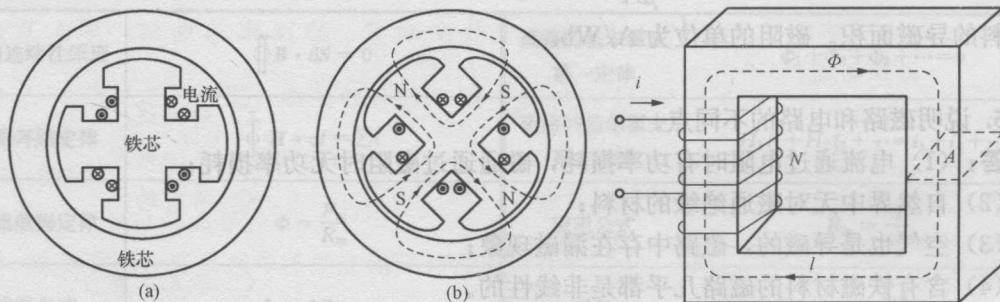

图 1-7
1. 请根据图 1-7 (a) 所示结构图画出磁路中由励磁电流建立的磁场的磁力线。
解：如图 1-7 (b) 所示。
1. 请根据图 1-7(a) 所示的图形画出磁路由通电电流建立的磁场的磁力线。